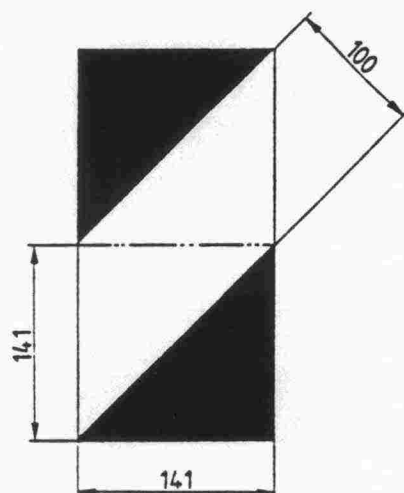

Bild 1. Aus 2 Normflächen nach Abschnitt 4.4 zusammengesetzte Sicherheitskennzeichnung
**4.3** Die Sicherheitskennzeichnung besteht aus weißen und roten, je 100 mm breiten, unter 45° nach außen und nach unten verlaufenden Schrägstreifen. Als Normfläche ist ein Quadrat von 141 mm Seitenlänge (siehe Bild 1) zugrunde zu legen, das diagonal in eine weiße und in eine rote Hälfte unterteilt ist.